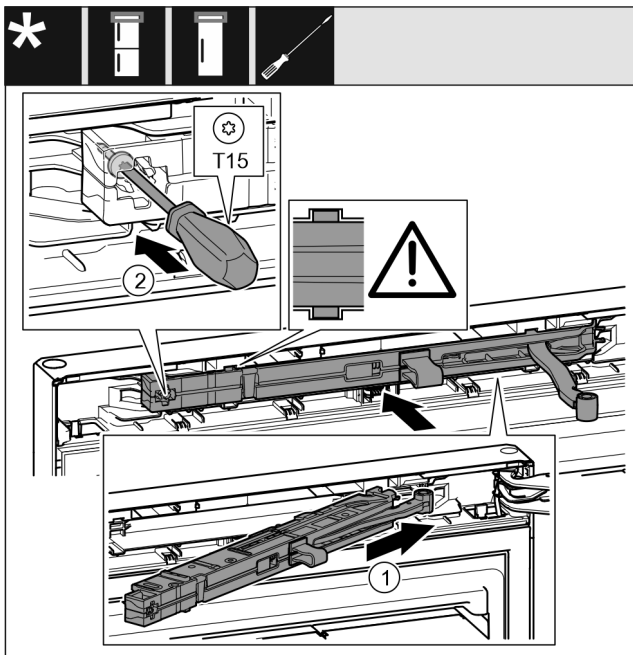

Fig. 23
- ▶ Schließdämpfereinheit auf der Lagerbockseite bis zum Anschlag schräg in die Aussparung einschieben. Fig. 23 (1)
- ▶ Schraube mit einem Schraubendreher T15 festschrauben. Fig. 23 (2)